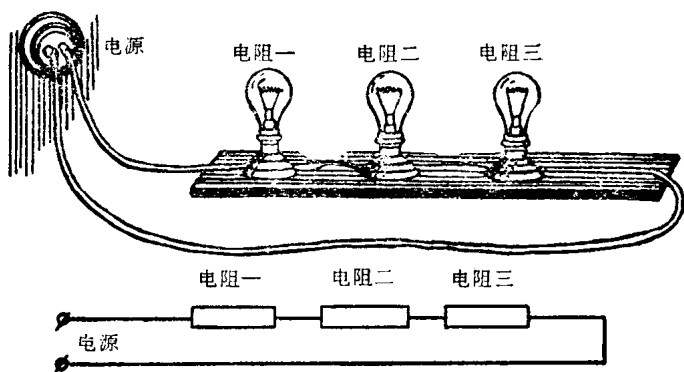

图 1—6 电灯电阻的串联（下图是接线图）
2. 电阻的串联 电阻的首、末端相接叫串联。图1—6所示是三个灯泡的串联。